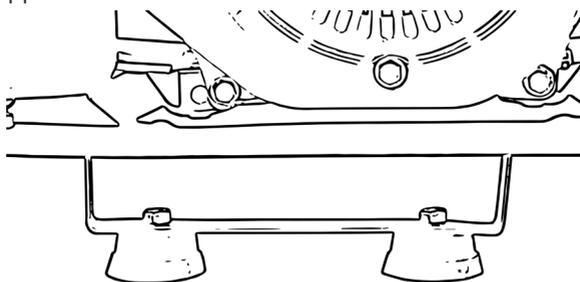

Figure 8
- Montez l'unité de repassage sur le cadre inférieur de l'appareil à l'aide des deux petites vis à tête hexagonale et des écrous, voir fig. 8